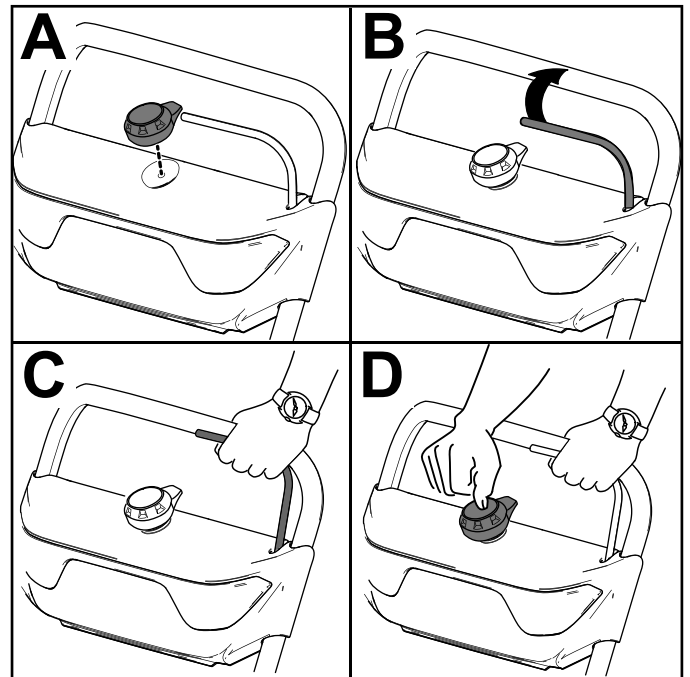

Figura 12
2. Inserte el botón de arranque eléctrico en el arrancador eléctrico (Figura 12, A).
3. Apriete la barra y sujétela contra el manillar (Figura 12, B y C).
4. Pulse el botón de arranque eléctrico hasta que el motor arranque (Figura 12, D).